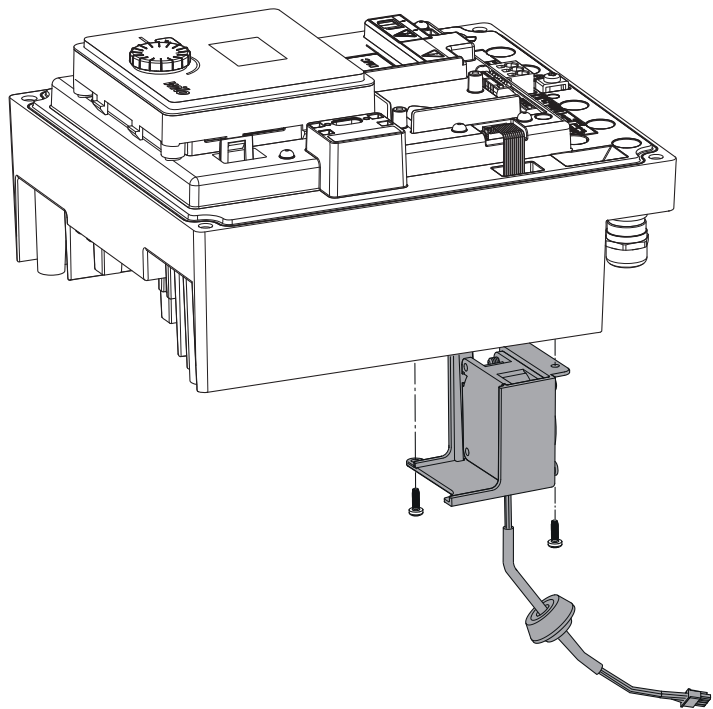

Fig. 48: Зняття вентилятора модуля разом із кабелем і гумовим ущільненням
- Зняти вентилятор модуля та від'єднати кабель з гумовим ущільненням від нижньої частини модуля (Fig. 48).